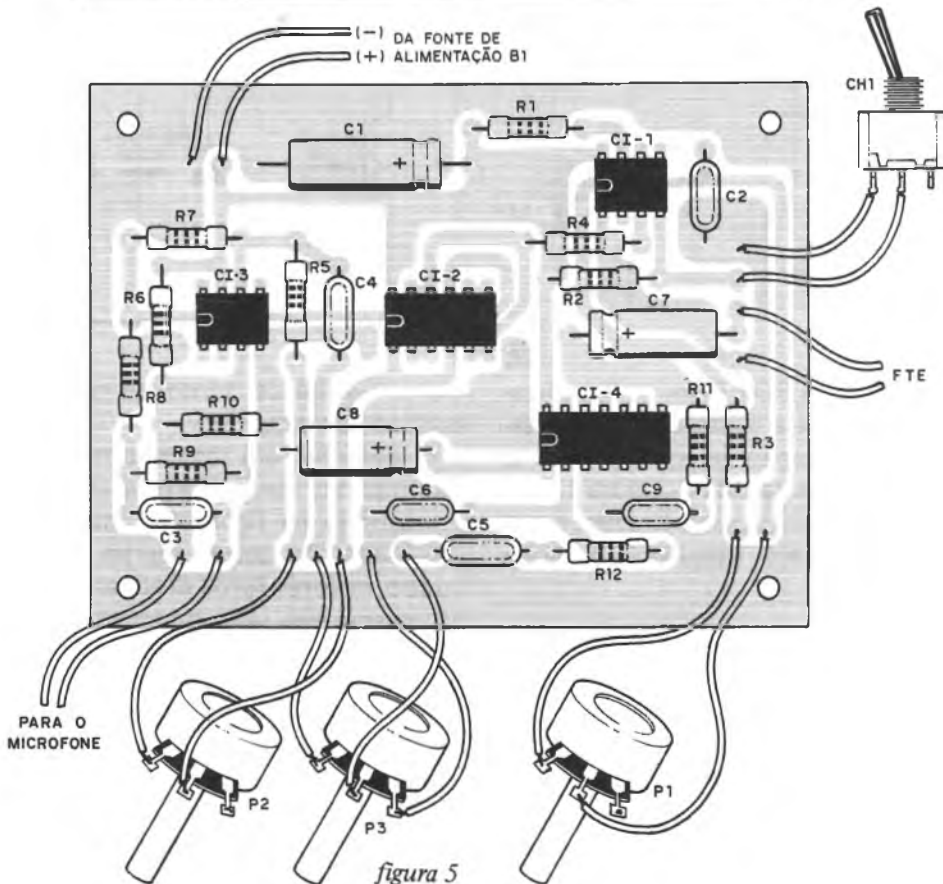

figura 5
plaqueta obedece ao apresentado na figura 5, onde também é mostrada a interligação dos componentes a ela externos.
1. Ao soldar os soquetes dos circuitos integrados, bem como a inserção destes nos primeiros, verifique em primeiro lugar a posição dada pela marca que identifica o pino 1 – no caso tal marca fica orientada, em todos os 4 integrados, para o lado esquerdo (figura 5). Evite curtos entre pinos adjacentes provocados por excesso de solda.
3. Observe a polaridade do capacitor eletrolítico C1: armadura “+” para o lado direito (vide figura 5).
tar o ruído característico no alto-falante; se o volume for reduzido gire o cursor de P3 (figura 5) para a direita, porém não em demasia evitando assim microfonia.